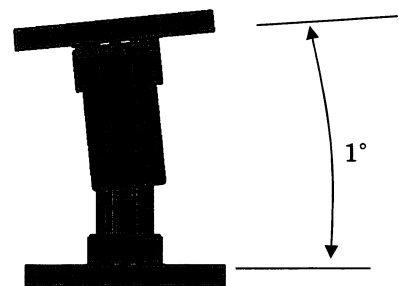

図 4 / Fig.4
- ・嵌合時の許容角度は図3～図4になりますので、記載角度以下で使用してください。